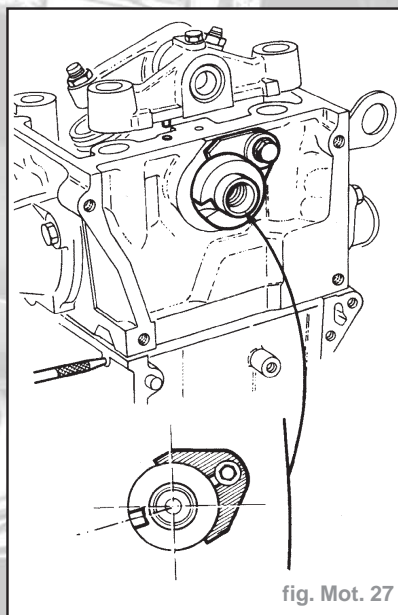

fig. Mot. 27
- Positionner l'arbre à cames du groupe B en bascule des culbuteurs du cylindre N°6 (position sur dessin ci-après) (fig. Mot. 27).